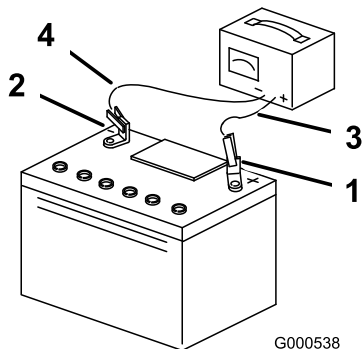

Bild 57
3. Ziehen Sie den Stecker des Ladegeräts aus der Steckdose, wenn die Batterie ganz aufgeladen ist. Klemmen Sie dann die Klemmen des Ladegeräts von den Batteriepolen ab (Bild 57).